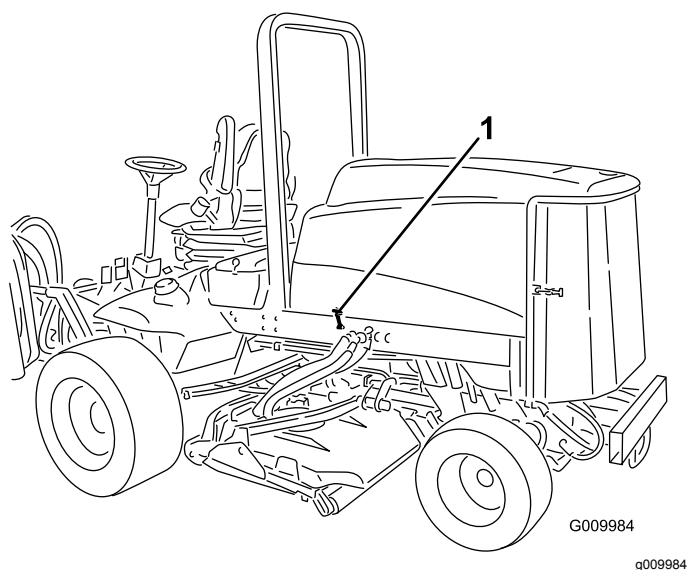

Figura 19
1. Solte os trincos do capot (Figura 19) e levante o capot.